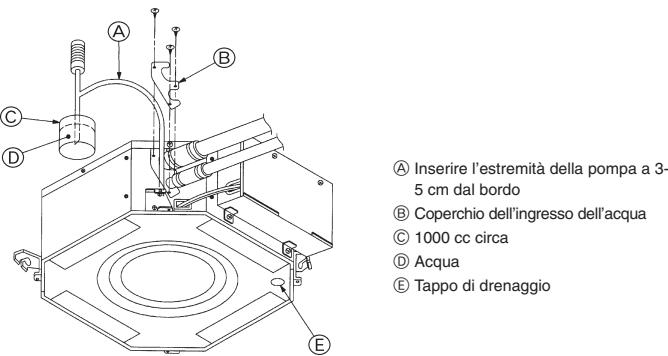

Fig. 6-2
6.1. Controllo del drenaggio (Fig. 6-2)